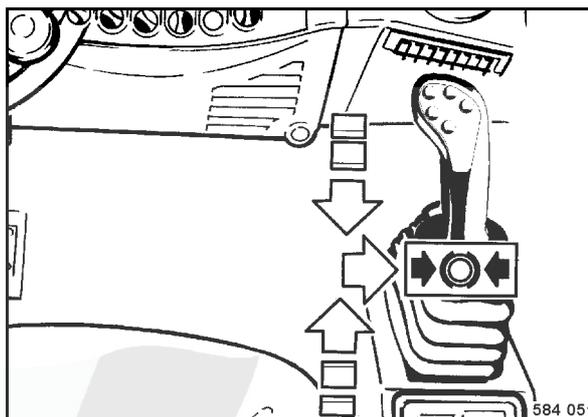

fig. 36
- Vérifier si le levier de commande de la marche (fig. 36) est enclaté vers la droite sur position de freinage.